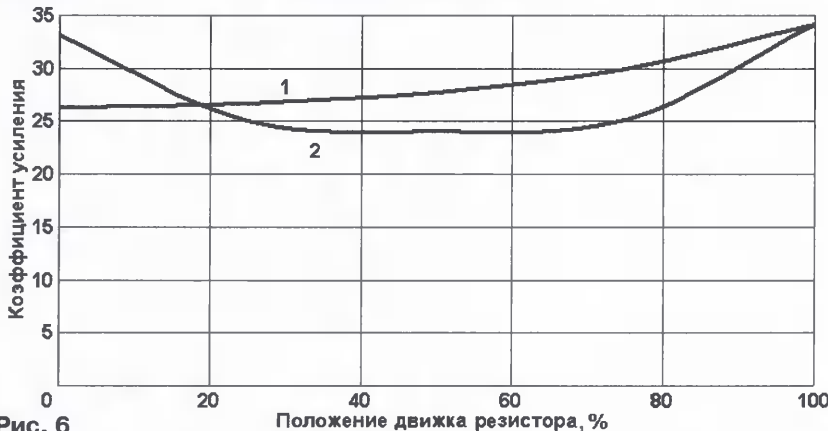
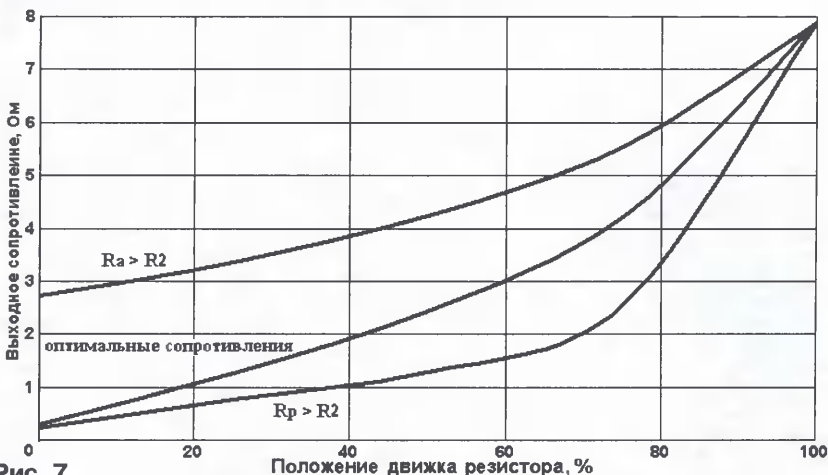

Рис. 6
Рис. 7
- R_a/R_б = R_н/R_г. Если равенство не выполняется, то при вращении регулятора может изменяться коэффициент усиления (рис. 6, кривые 1, 2).
- R_а меньше R2 как минимум в два-три раза, иначе снижается диапазон регулирования (рис. 7). Кроме того, если сопротивление R_а заметно больше, чем R2, то при вращении регулятора будет изменяться коэффициент усиления усилителя (рис. 6, кривая 2).
- Сопротивление резистора R_г в меньшей степени влияет на диапазон регулирования, чем R_а, но влияет на его линейность (рис. 7). Оптимальное значение R_г лежит в пределах (0,2...0,8)R2.